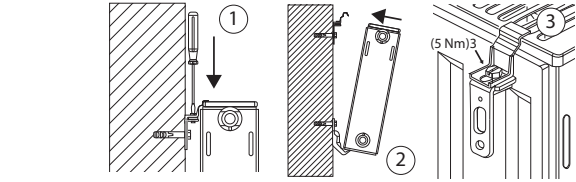

Рис.4 Схема монтажа радиаторов высотой 200 мм
1. Установите и закрепите на стене кронштейны таким образом, как указано на рис.4.
2. Выкрутите фиксирующий винт (1) верхнего фиксатора согласно схеме (шаг1 рис.4)
3. Установите радиатор в нижний держатель и прислоните радиатор к верхнему держателю согласно схеме (шаг2 рис.4)
4. Для фиксации радиатора затяните винт с усилием не более 5 Nm. (шаг3 рис.4)